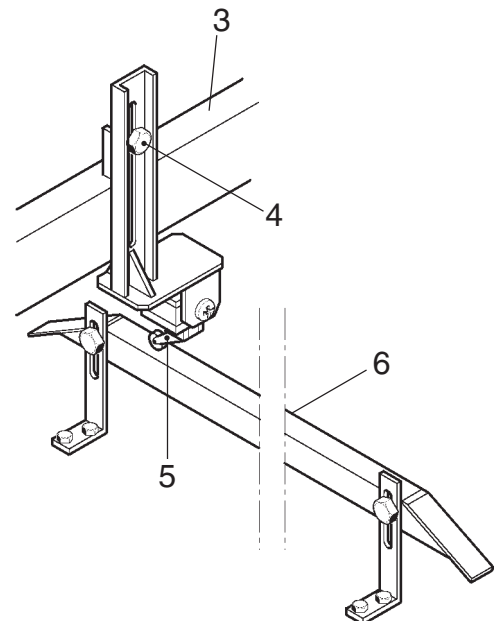

Abb. 2.4.2
Die Einstellung des Auslösehubs des Mikroschalters über die Befestigungsschrauben (4) und die Position des Betätigungshebels (5) (Feineinstellung) vornehmen (Abb. 2.4.2).